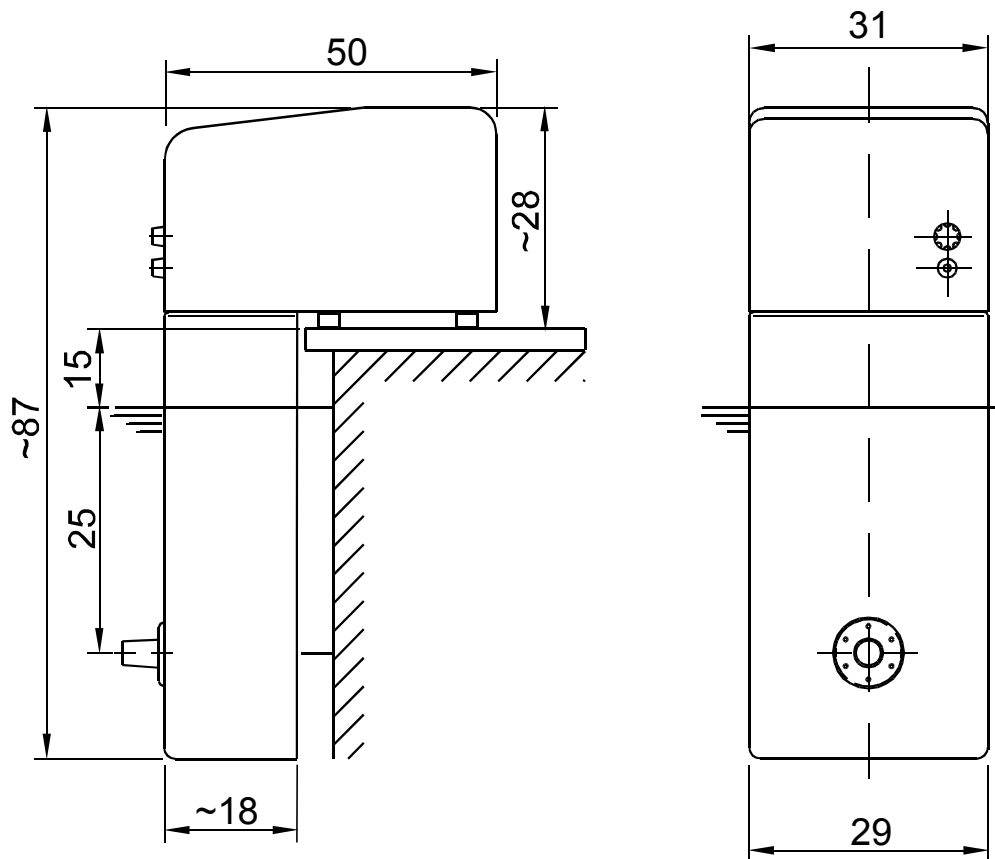

Bild 7
1. Aufstellungsort wählen und nach Bild 7 vorbereiten.